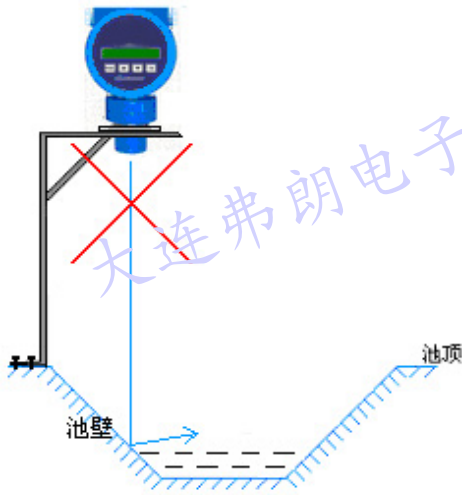

图3a: 换能器正下方为池壁
- 5) 安装位置、安装高度的选择, 见下图 3a~3d
- 1) 图 3a 解决方案: 延长固定支架的臂 L。若臂太长, 观察数据、安装维护仪表不方便, 则建议用户使用“静水井”安装方法安装仪表。